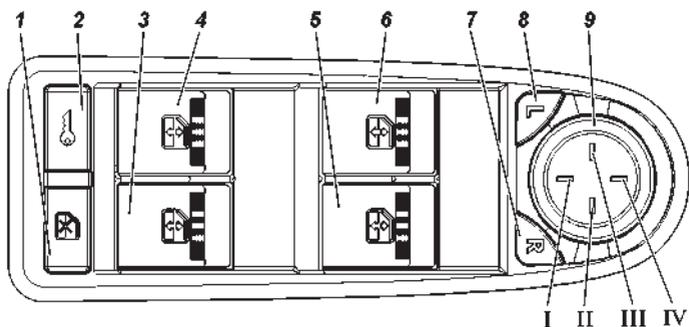

Рис. 3.15. Модуль переключателей двери водителя с мультиплексным управлением:
Система может быть переведена в режим быстрой разблокировки двери водителя, когда при однократном нажатии на кнопку 2 ПДУ или повороте ключа в замочной скважине водительской двери происходит только разблокировка двери водителя, а при повторном нажатии на кнопку 2 ПДУ или кнопку 2 (рис. 3.15) МДВ – разблокировка остальных боковых дверей и двери задка.
- нажать выключатель 2 (рис. 3.15) МДВ. Каждое нажатие производит блокировку или разблокировку замков.
Управление положением стекла производится выключателями, расположенными на подлокотниках соответствующих дверей автомобиля. На подлокотнике двери водителя выключателями 3,4,5,6 (рис. 3.15), осуществляется управление перемещением положения стекол боковых дверей.
Управление электроприводом левого и правого наружных зеркал производится единым переключателем 9 (рис. 3.15), расположенным на МДВ. Выбор подлежащего регулировке по командам от переключателя зеркала производится одним из выключателей 7 или 8 МДВ – кнопок выбора зеркала. Одновременная регулировка положения левого и правого зеркал невозможна.